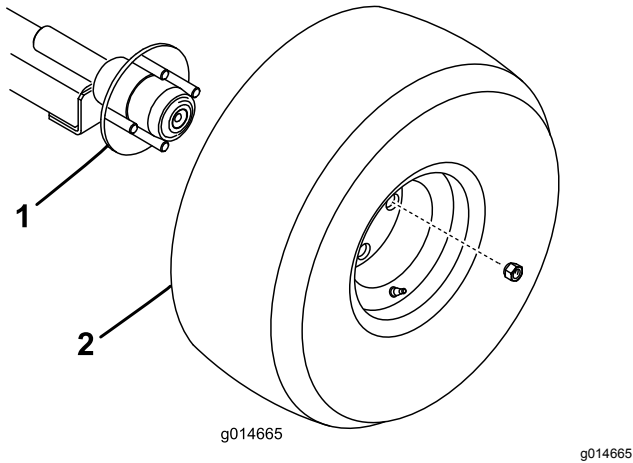

Figura 5
1. Monte un conjunto de rueda en cada cubo del eje con 4 tuercas (Figura 5). Apriete las tuercas a 108 N-m.